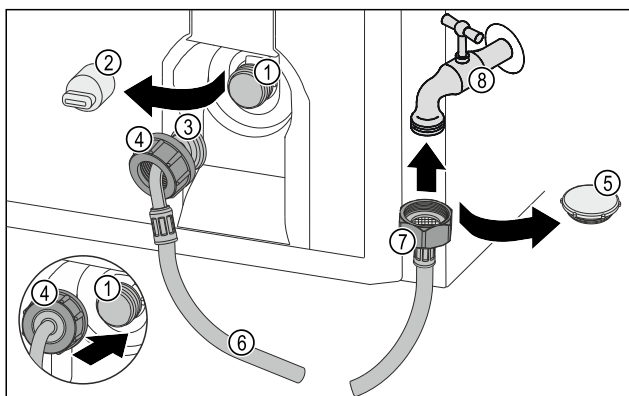

Fig. 7
- ▶ Verschlusskappe Fig. 7 (5) entfernen.
- ▶ Gerades Schlauchende Fig. 7 (7) am Wasserhahn Fig. 7 (8) ansetzen.
- ▶ Mutter am geraden Schlauchende Fig. 7 (7) im Uhrzeigersinn festziehen.